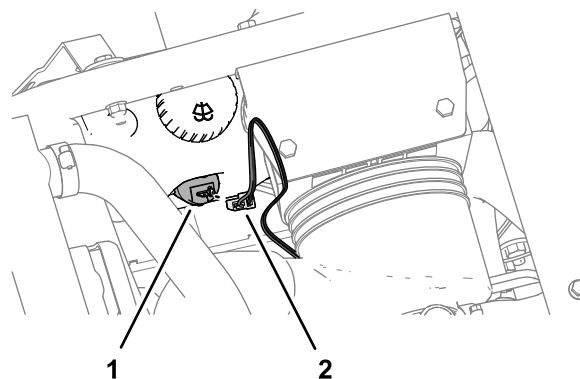
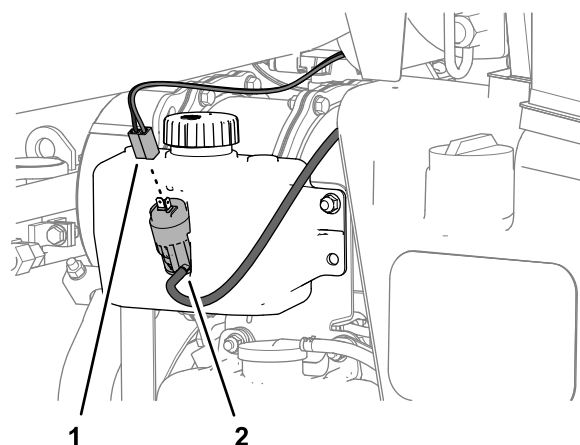

Bild 10
Bild 11
- Verlegen Sie den Stromkabelbaumzweig mit einem schwarzen Kabel, blauen Kabel und einem 2-Buchsen-Stecker zur Pumpe des Behälters für die Scheibenwaschanlagenflüssigkeit (Bild 10 oder Bild 11).